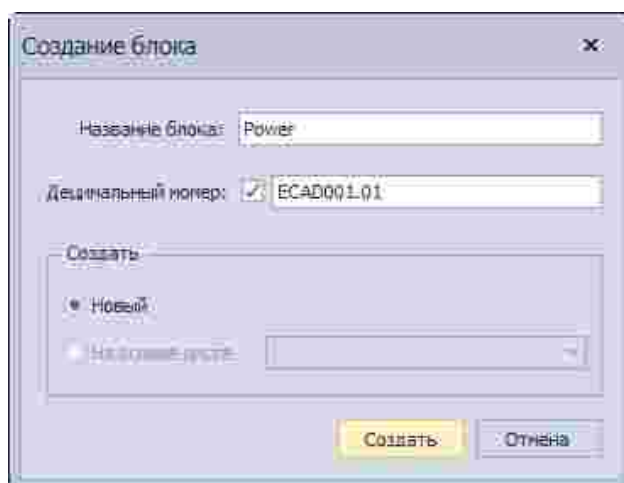

Рис. 238 Окно «Создание блока»
3. На экране отобразится окно «Создание блока», см. Рис. 238. В поле «Название блока» необходимо задать имя для блока.